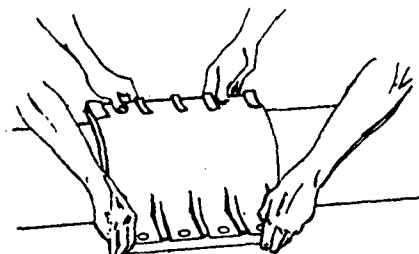

FIG. 3
- 6.º Passo – Monte a tampa superior da luva (fig. 3).
Chave de boca de encaixe — é encontrada em vários tipos e estilos (figs. 3, 4 e 5).